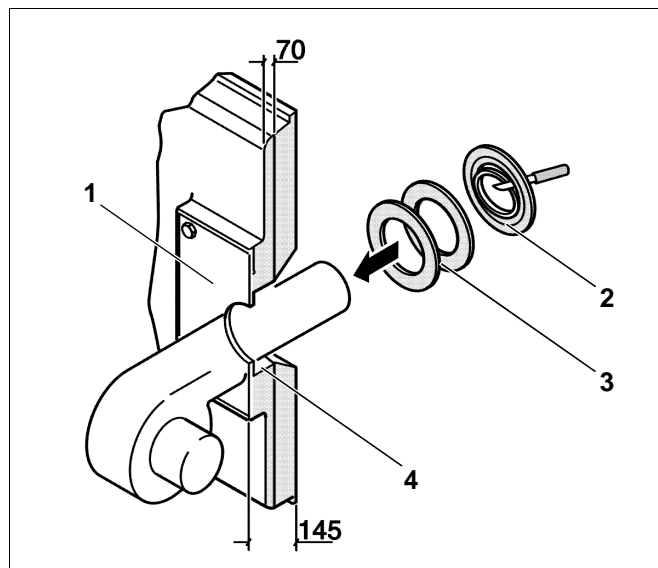

Fig. 32 Montaggio del bruciatore
- Ritagliare un foro nella piastra porta bruciatore (fig. 32, **pos. 1**), in cantiere, con la fiamma autogena o forandola. Il foro deve avere un diametro conforme al boccaglio del bruciatore (Ø max. 270 mm). Praticare i fori per il fissaggio del bruciatore secondo la flangia dello stesso.
- Ritagliare anelli isolanti con diametro corrispondente al boccaglio del bruciatore (fig. 32, **pos. 2**).
- Riempire la fessura rimasta fra l'isolazione termica della porta ed il boccaglio del bruciatore (fig. 32, **pos. 4**) con gli anelli isolanti adattati (fig. 32, **pos. 3**).